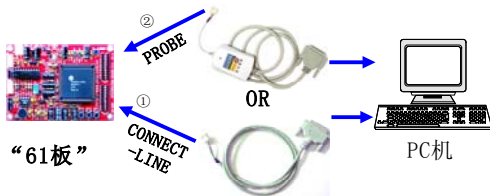

图 1.5 61 板、PROBE/下载线、计算机三者之间的连接图
1、简易开发如图 1.5 中的①：
2、使用在线调试器（PROBE）如图 1.5 中的②：
连接到计算机打印口与上位机通讯（如图 1.5），在计算机 IDE 集成开发环境软件包下，完成在线调试功能。
2、在线调试器（PROBE）的连接如图 1.5 所示，一端接 PC 机并口，一端接 61 板的 5pin 接口 J4，跳线要连接 S5 的 1 与 2；如果使用 EZ_PROBE，请将一端接 PC 机并口，一端接 61 板的 5pin 接口 J11，跳线要连接 S5 的 2 与 3。